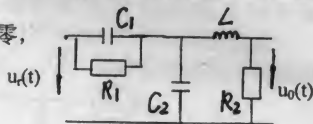

图 1
- 一. (10分) 已知电路如图 1, 设初始状态为零, 试求: 输入量为 $u_i(t)$, 输出量为 $u_o(t)$ 时系统的传递函数。